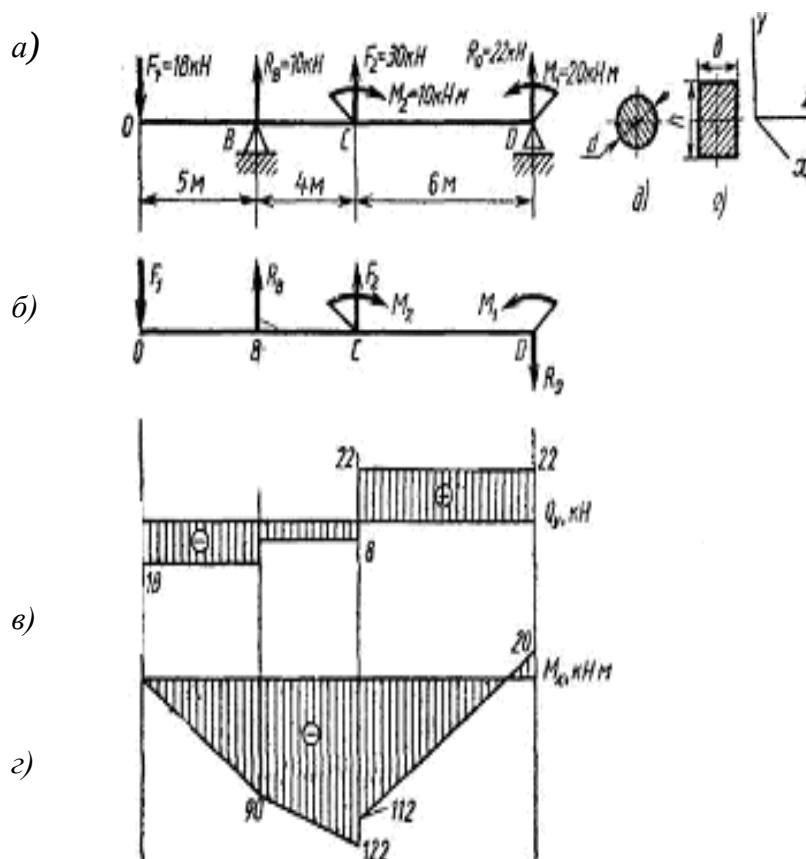

Рисунок 7 – Эпюры поперечных сил и крутящих моментов
Пример: Для заданной двухопорной балки (рисунок 7, а) определить реакции опор, построить эпюры поперечных сил, изгибающих моментов и определить размеры поперечного сечения (h , b , d) форме прямоугольника или круга, приняв для прямоугольника $h/b = 1,5$. Считать $[\sigma] = 160$ МПа.
Так как реакция R_D получилась со знаком минус, то изменяем первоначальное направление на противоположное. Истинное направление реакции R_D – вниз (рисунок 7, б).
2. Делим балку на участки по характерным точкам О, В, С, D (рисунок 7, б).
3. Определяем ординаты и строим эпюру Q_y (рисунок 7, в) слева направо:
4. Вычисляем ординаты и строим эпюры M_x (рисунок 7, г):
5. Вычисляем размеры сечения данной балки из условий прочности на изгиб по двум вариантам: а) сечение – прямоугольник с заданным соотношением сторон (рисунок 7, е);
б) сечение – круг (рисунок 7, д). Вычисление размеров прямоугольного сечения: